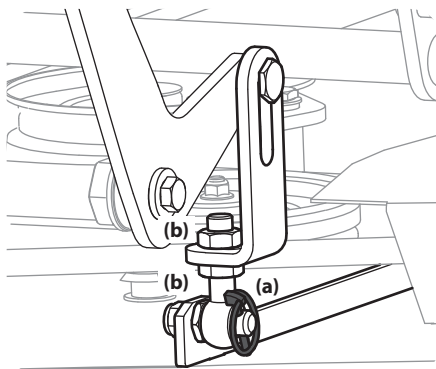

Figure 4-10
3. Ajustez le boulon à œil (a) situé sur l'avant gauche du plateau de coupe de façon à ce que la hauteur entre le sol et l'extrémité extérieure de la lame droite corresponde à la hauteur entre le sol et l'extrémité extérieure de la lame gauche. Pour effectuer cet ajustement, desserrez les contre-écrous (b) du boulon à œil (a). Serrez le contre-écrou supérieur (b) pour relever le plateau de coupe ou desserrez-le pour abaisser le plateau de coupe. La hauteur de l'extrémité avant de la lame droite est fixée par le boulon à œil droit (a); réglez l'extrémité avant de la lame gauche pour faire correspondre la hauteur des deux lames. Voir Figure 4-10.
3. Desserrez les contre-écrous (b) situés à l'arrière droit et gauche des boulons à œil (a). Voir Figure 4-10.